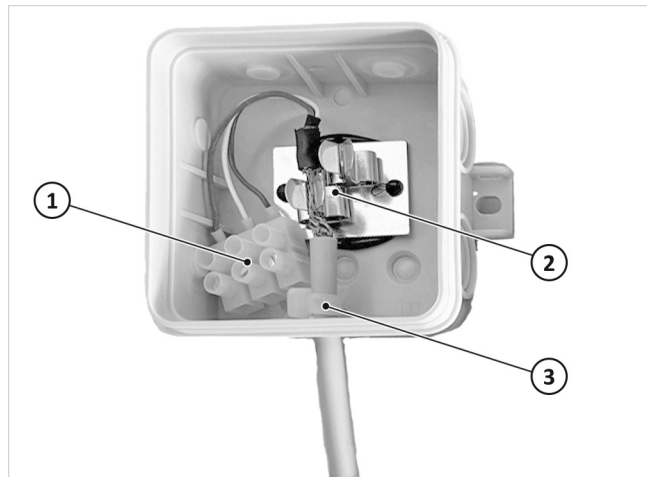

Fig. 116: Fijar la caja de conexión de Modbus
7. Colocar el sujetacables adjunto para el prensaestopas del cable como se muestra en Fig. 116 (3).